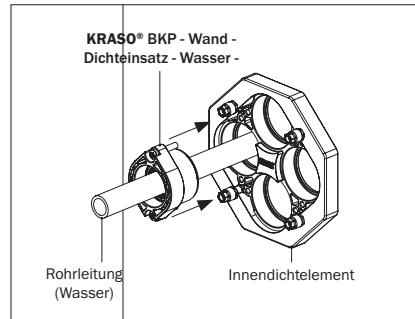

Abbildung 13.3: Montage KRASO® BKP - Wand - Dichteinsatz - Wasser - innenseitig
- Schieben Sie den **KRASO® BKP - Wand - Dichteinsatz - Wasser -** mit der Gummidichtung voraus über die Rohrleitung bis in das Innendichteelement des **KRASO® Bauherren-Komfortpakets - Wand**. Beachten Sie, dass die Schraublöcher am Dichteinsatz und die Kernlöcher im Innendichteelement übereinander liegen (s. Abbildung 13.3).